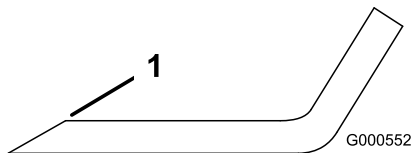

Figura 68
1. Affilate i taglienti da entrambe le estremità della lama con una lima (Figura 68).
Nota: Se la lama non è bilanciata, limate del metallo soltanto dalla costa (Figura 68).